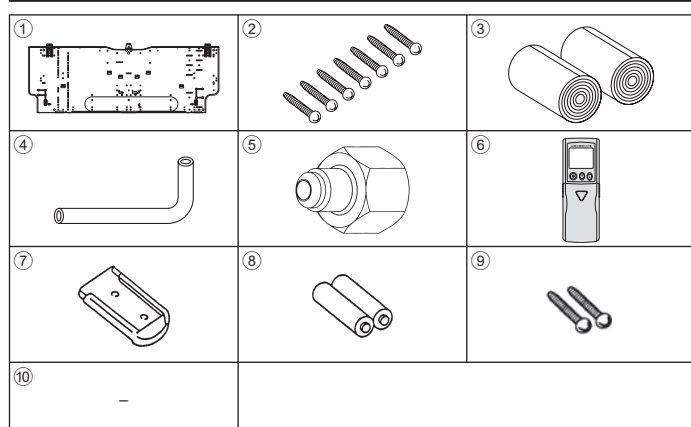

Рис. 3-1
3.1. Проверьте наличие дополнительных принадлежностей к внутреннему прибору (Рис. 3-1)